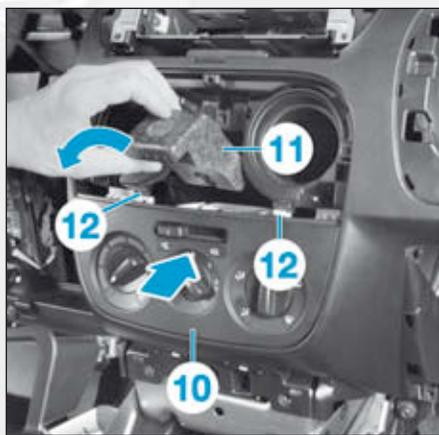

FIG.18
- la cale (11) du panneau de commande (10) (Fig.18).
• Dégrafer la façade de climatisation (10) en (12) puis la repousser vers l'intérieur de la planche.